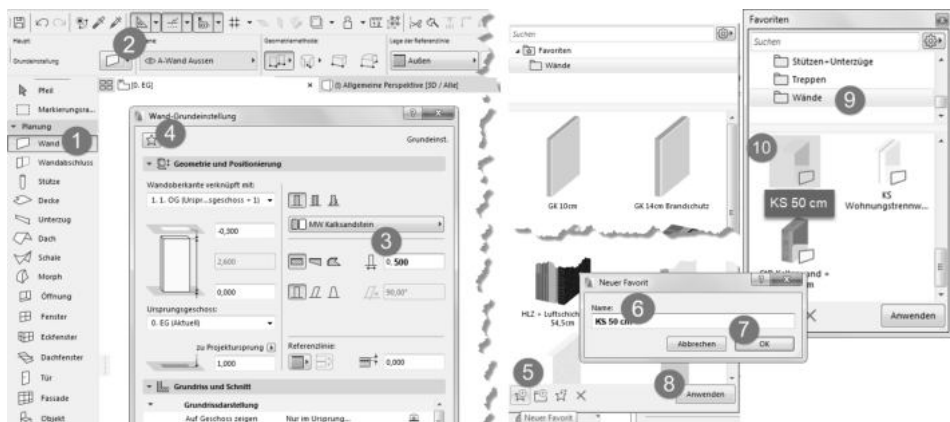

Abb. 1.30: Favoriten mit eigenem WAND-Element bestücken
In der STANDARD-Symbolleiste finden Sie einige nützliche Werkzeuge (Abbildung 1.30), die Ihnen bei der Koordinateneingabe helfen:
- Die Favoriten können Sie über das Werkzeug  in der Symbolleiste STANDARD, das Menü FENSTER|PALETTEN|FAVORITEN oder Tastenkürzel **[Strg]+[F]** aktivieren. Mit diesem Werkzeug können Sie häufig benutzte Elemente in einer Liste zur schnellen Auswahl anzeigen lassen. *Eigene* Elemente mit bestimmten individuellen Voreinstellungen können Sie später aus dem GRUNDEINSTELLUNGEN-Dialogfenster jedes Werkzeugs mit der Schaltfläche FAVORITEN dort ablegen. Als Beispiel wird in Abbildung 1.30 eine Wand mit Wandstärke 50 cm als Favorit gespeichert:
Unterhalb des INFOFENSTERS liegen die TABS zum schnellen Wechseln zwischen der 2D- und der 3D-Darstellung (Abbildung 1.30).